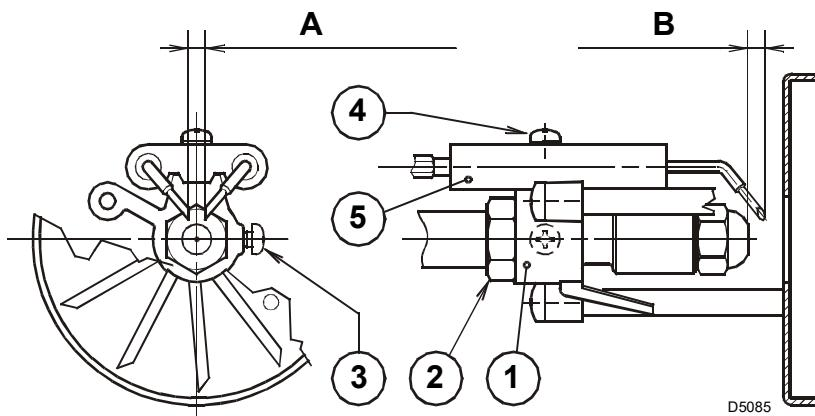

Fig. 11
ATENCIÓN Respetar las medidas de la Fig. 11.
- apoyar el conjunto soporte estabilizador 1)(Fig. 11) al porta-boquilla 2)(Fig. 11) y bloquear con el tornillo 3)(Fig. 11).
- Para efectuar ajustes del grupo electrodos 5) aflojar el tornillo 4)(Fig. 11).
- Extraer los cables 4) de los electrodos, aflojar el tornillo 3)(Fig. 11) y extraer el conjunto soporte estabilizador 7) del conjunto portaboquilla 1).